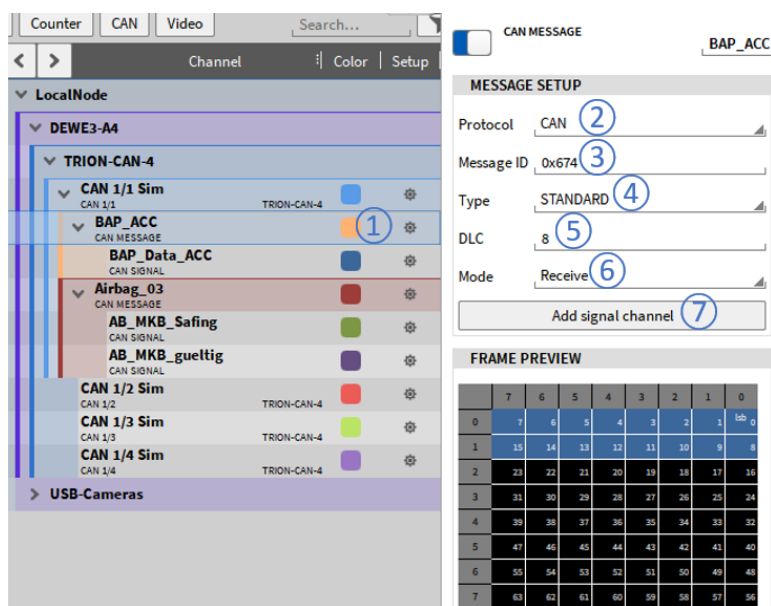

Abb. 7.193: CAN-Nachrichtenkanals
Das CAN-Nachrichten-Setup kann durch Drücken der Zahnrad-Taste der jeweiligen CAN-Nachricht in der Kanalliste aufgerufen werden (siehe ① in Abb. 7.193).
- Protokolltyp (siehe ② in Abb. 7.193): CAN oder J1939 oder CAN-FD (falls verfügbar)
- Nachrichten ID (siehe ③ in Abb. 7.193): Die ID der Nachricht kann innerhalb 0x00 ... 0x7ff
- Nachrichtentyp (siehe ④ in Abb. 7.193): Standard oder Erweitert
- DLC (siehe ⑤ in Abb. 7.193): Der DLC kann zwischen 0 ... 8 (...64 für CAN-FD) liegen
- Modus (siehe ⑥ in Abb. 7.193): Der Modus kann von Empfangen (Empfangen von CAN-Daten) auf Senden (Ausgabe von OXYGEN-Daten über CAN) eingestellt werden.
- Signalkanal hinzufügen (siehe ⑦ in Abb. 7.193):